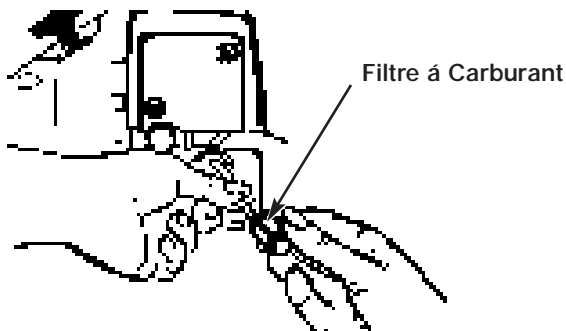

Fig. 31
2. Tirer avec un mouvement rotatif (Fig. 31).